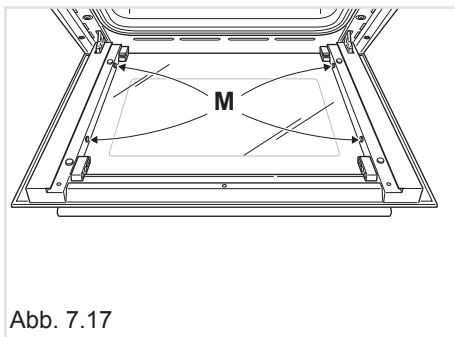

Abb. 7.17
- Achten Sie auf die korrekte Position der vier Abstandshalter aus Gummi ("M" in Abb. 7.17).